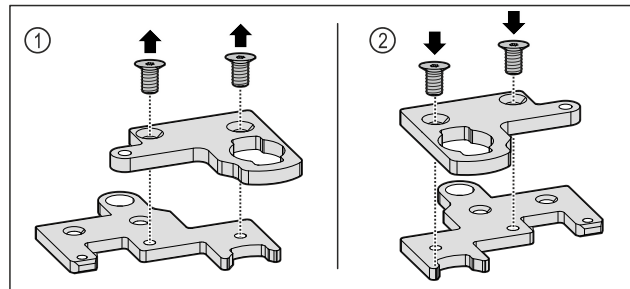

Fig. 29
- ▶ Разъедините обе части двухсекционного шарнирного уголка. Fig. 29 (1)
- ▶ Снова соедините обе части двухсекционного шарнирного уголка, повернув его на 180°. Fig. 29 (2)